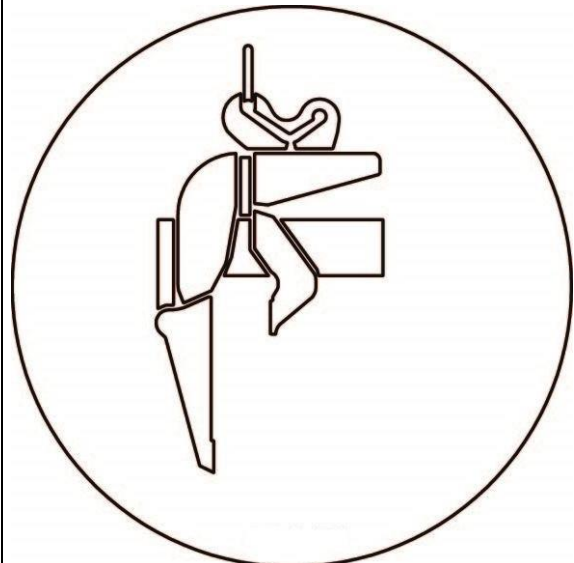

Bild B1 (Position Leerhub)
- Danach das geöffnete (arretierte) Gerät (WEZ) mit dem verschiebbaren Greifbacken (9) am Querholm mit Verstelllöcher (10) die kleinstmögliche Greifweite einstellen.
- Hierzu Klappstecker (A) öffnen und dann Steckbolzen (B) entnehmen und nach erfolgter Greifbereichseinstellung wieder einstecken u. mit Klappstecker (A) sichern. → siehe Bild A
- Vor dem Anheben des bloßen Gerätes (WEZ ohne Greifgut) ist darauf zu achten, dass die Wechselautomatik (4) eingerastet ist und das Gerät somit geöffnet bleibt.
**WICHTIG:** die Einhängeöse (1) muss sich in der **hinteren** Position (siehe Bild B1 „Leerhub“) der Aufhängelasche (2) befinden. → Bild B/Bild B1